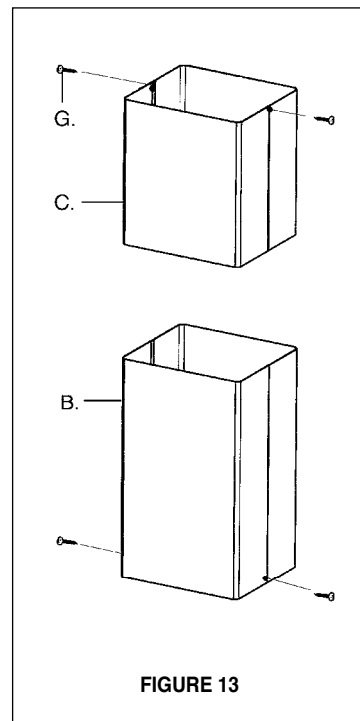

FIGURE 13
1. Le COUVERCLE CHEMINÉE SUPÉRIEURE (**C de la FIGURE 13**) se fixe avec les deux vis fournies (**G de la FIGURE 13**). Si en utilisant **Le Haut Kit de Cheminée de plafond**, utilisez **Le COUVERCLE CHEMINÉE SUPÉRIEURE** avec le kit. Fixer le COUVERCLE CHEMINÉE SUPÉRIEURE.
3. Le COUVERCLE CHEMINÉE INFÉRIEURE (**B de la FIGURE 13**) se fixe avec les deux vis fournies (**G de la FIGURE 13**). Fixer le COUVERCLE CHEMINÉE INFÉRIEURE.